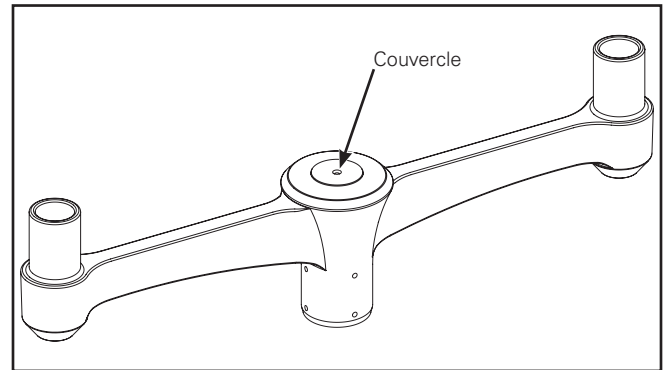

Figure 1.
1. Desserrez la vis imperdable et retirez-la du capuchon. (Figure 1.)